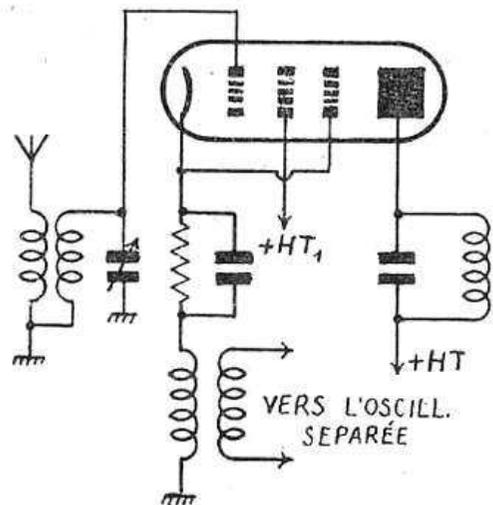

FIG. 39. — Schéma d'un changement de fréquence à deux lampes. On applique sur la grille de commande le signal à recevoir et le signal local.
a) Le changement de fréquence par addition (fig. 39).